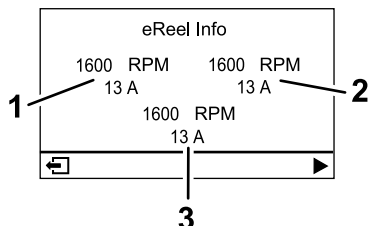

Figura 26
- **Ecrã de informações do motor eReel**(Figura 26): mostra a velocidade e tensão de cada motor da unidade de corte.